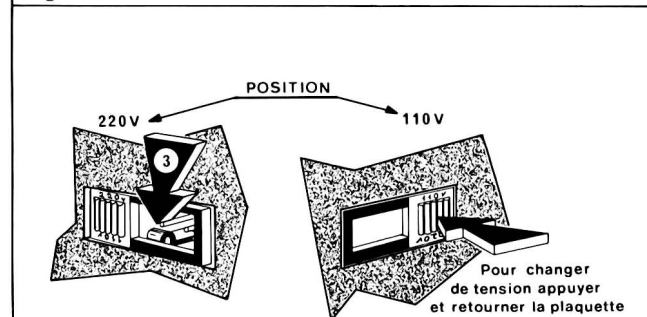

Fig. 5.
- Avec un tournevis, abaisser le levier de commande du commutateur piles-secteur (flèche 3 - Fig. 5) ; dégager le panneau porte circuit en le tirant vers l'arrière.